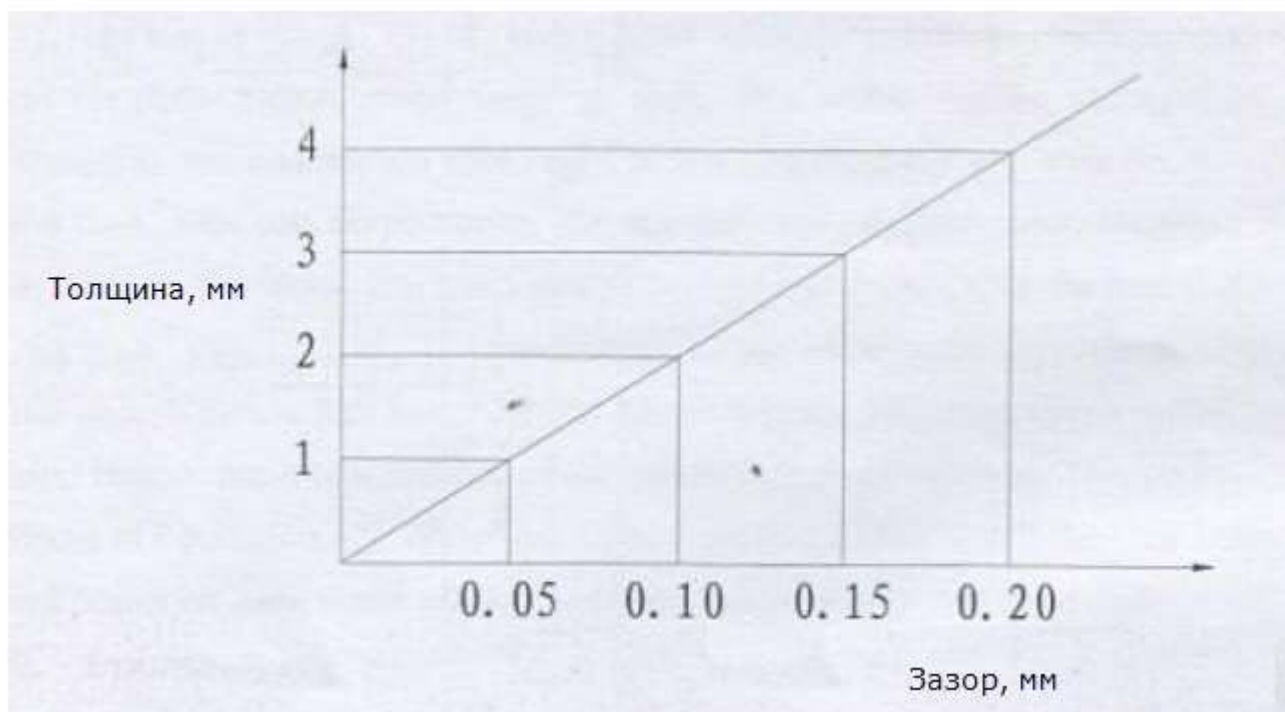

Рис. 3
1. Соотношение между толщиной листа и зазора между режущими кромками показано на Рис. 3 (заводская настройка: 2 мм).